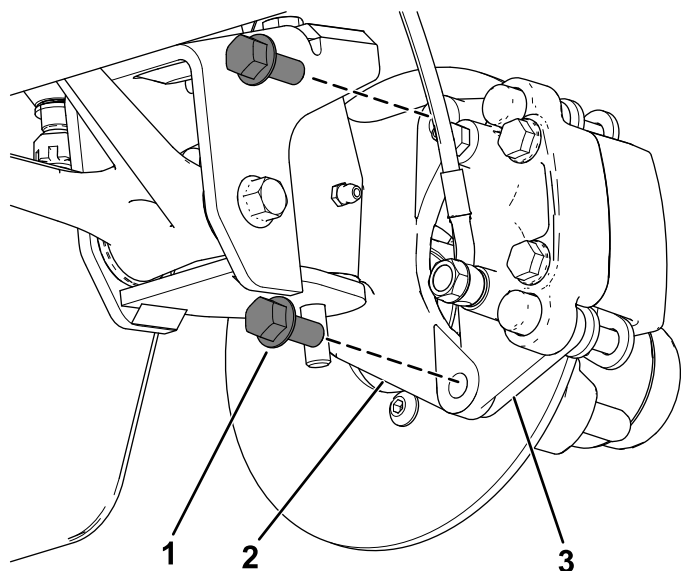
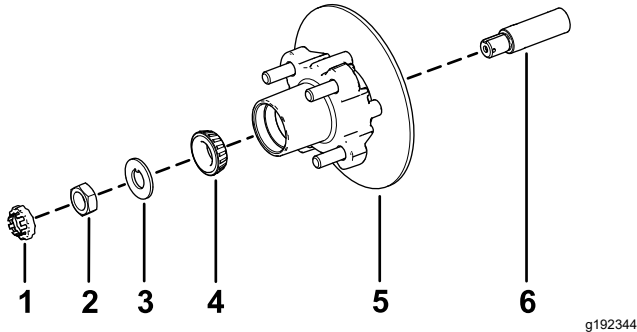

Figura 35
Figura 39
3. Retire los pernos con arandela prensada ($\frac{3}{8}$ " x $\frac{3}{4}$ ") que sujetan el soporte del conjunto de freno al eje y separe el freno del eje (Figura 35).
1. Aplique una ligera capa de grasa del tipo especificado en el eje (Figura 39).
2. Monte el cubo y el rotor en el eje con el rotor hacia dentro (Figura 39).
3. Monte el cojinete exterior en la mangueta y acople el cojinete al anillo de rodadura exterior (Figura 39).
4. Monte la arandela con pestaña en la mangueta (Figura 39).
5. Enrosque la tuerca en el eje y apriete la tuerca a 15 N·m (11 pulgadas-libra), girando el cubo para asentar el cojinete (Figura 39).
2. Alinee las pastillas de freno en cada lado del rotor (Figura 35) y los taladros del soporte de la pinza con los taladros de montaje del freno de la mangueta (Figura 39).
3. Sujete el soporte de la pinza a la mangueta (Figura 35) usando los 2 pernos con arandela prensada ($\frac{3}{8}$ " x $\frac{3}{4}$ ").